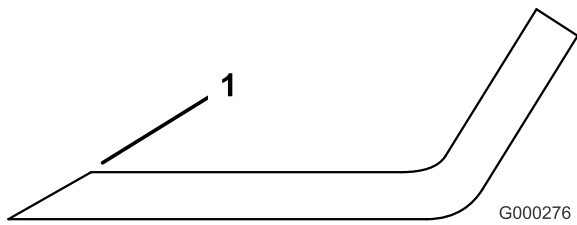

Figure 52
1. Au moyen d'une lime, aiguiser les tranchants aux deux extrémités de la lame (Figure 52). Veillez à conserver l'angle de coupe d'origine. Limez la même quantité de métal sur chacun des deux tranchants pour ne pas déséquilibrer la lame.